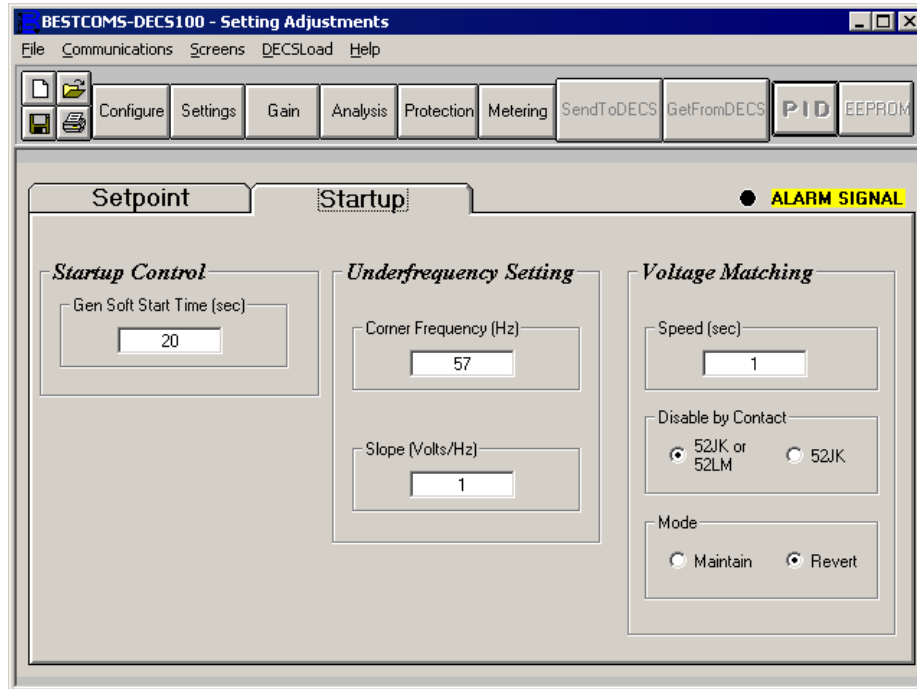

Figure 5-8. Ecran réglage des paramètres, Onglet Démarrage
*Régulateur de Tension Automatique (AVR) – Point de Consigne de l'AVR (V).* Ce champ est utilisé pour entrer la tension souhaitée à la borne de sortie de la génératrice. La plage des valeurs du point de consigne AVR dépend du réglage de la bande et de la tension de détection du régulateur.
*Réglage de Tension Fine – Réglage de la Bande (%).* Le Réglage de la Bande détermine le réglage maximum et minimum autorisé au Point de Consigne AVR (en pourcentage du paramètre de Tension de Détection du Régulateur (voir Figure 5-8)). Les valeurs de Réglage de Bande sont saisies comme pourcentage du paramètre de tension de détection du régulateur sur une plage de 0 à 15 % par incréments de 0,1 %
*Régulateur de Courant d'Excitation (FCR) – Point de Consigne FCR (A).* Ce paramètre définit le point de consigne du courant d'excitation en mode Manuel. Le Point de Consigne FCR accepte une valeur de 0 à 7 A cc par incréments de 0,01 A cc.
Les paramètres de l'onglet Démarrage de l'écran Réglage des Paramètres sont indiqués à la Figure 5-8. Chaque paramètre de l'onglet Démarrage est décrit aux paragraphes suivants.